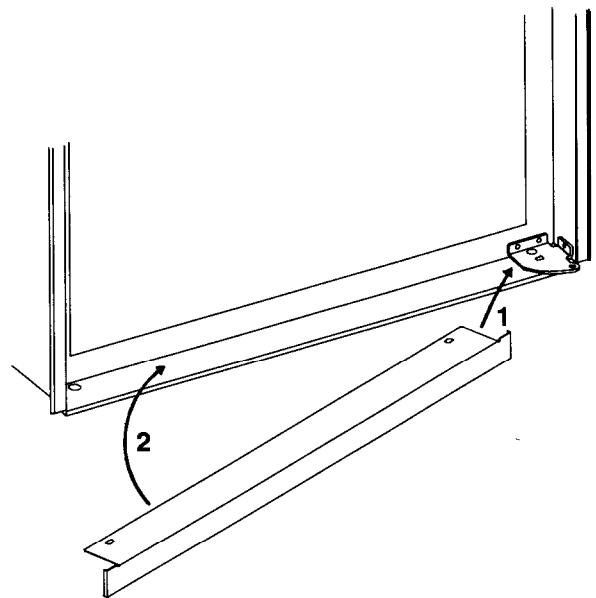

FIG. 3
1. Die untere Frontleiste gemäß fig. 3 unter die Bodenplatte mit Scharnier schieben. Die Scharnierplatte kann, je nach Türöffnung, links oder rechts befestigt sein.